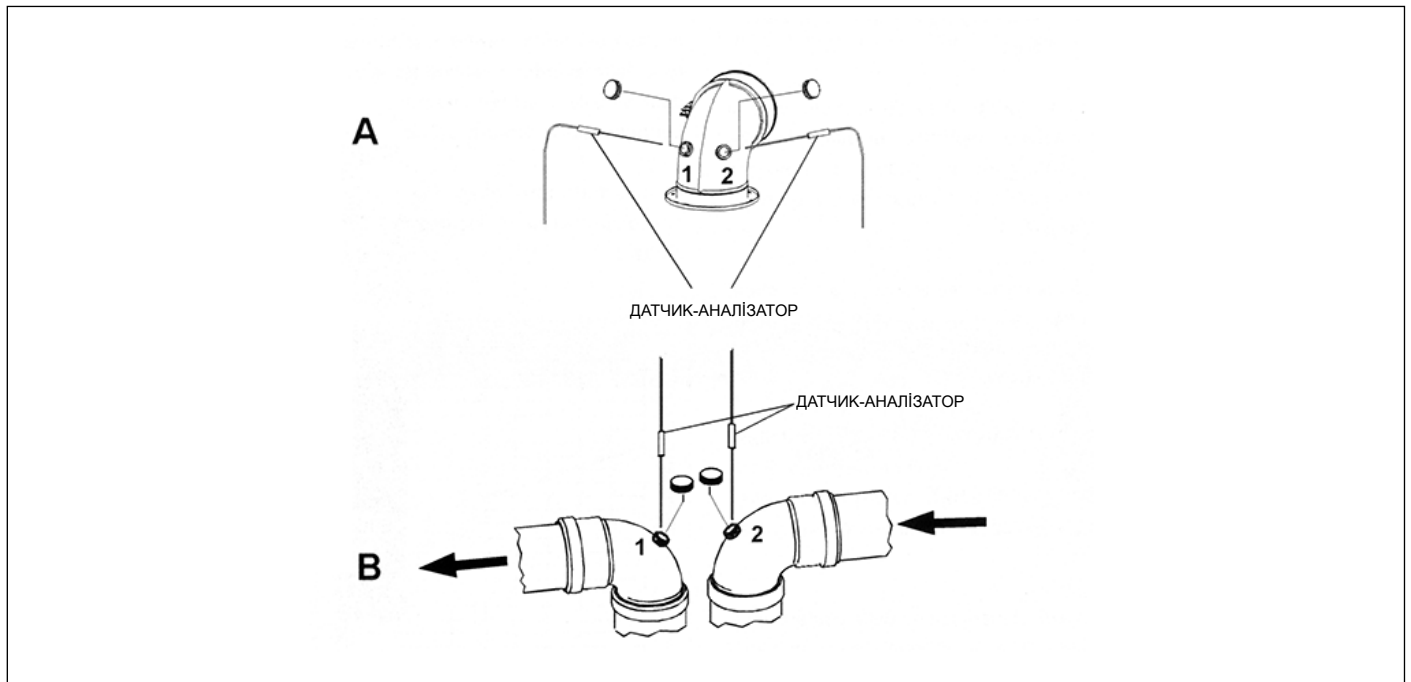

Рис. 14 Точки введення зондів при вимірюванні ККД
- виміряти температуру повітря через отвір 1 (див. відпов. (A) Рис. 14 Точки введення зондів при вимірюванні ККД , для котлів з закритою камерою згоряння з димохідом обладнаним пробовідбірниками).
- виміряти температуру димових газів і вміст CO₂ через отвір 2 (див. відпов. (A) Рис. 14 Точки введення зондів при вимірюванні ККД , для котлів з закритою камерою згоряння з димохідом обладнаним пробовідбірниками).
- виміряти температуру повітря через отвір 2 (див. відпов. (B) Рис. 14 Точки введення зондів при вимірюванні ККД , для закритої камери згоряння з димохідом обладнаним пробовідбірниками).
- виміряти температуру димових газів і вміст CO₂ через отвір 1 (див. відпов. (B) Рис. 14 Точки введення зондів при вимірюванні ККД , для котлів з закритою камерою згоряння з димохідом обладнаним пробовідбірниками).